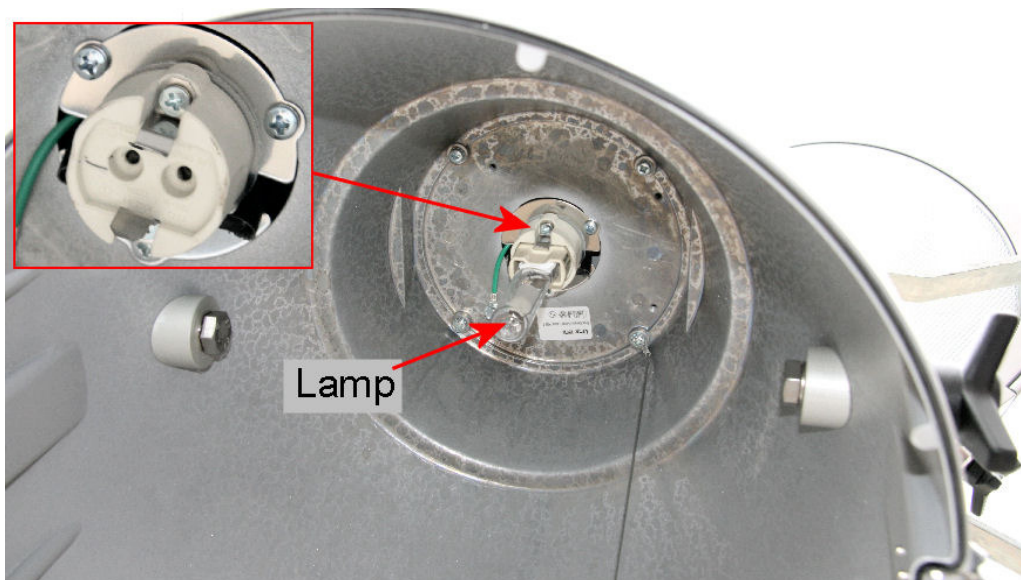

Fig. 3-3 Ampoule et douille
2. Retirer la lampe de son support (Fig. 3-3)